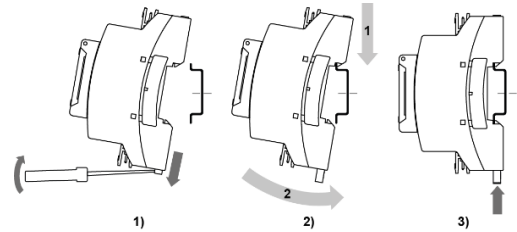

Рисунок 1 – Монтаж пристрою
2. Вставивши вилку у ушко, відтягнути защіпку (див. *рисунок 1, 1*). Пристрій установити на DIN-рейку.
3. Пристрій притиснути до DIN-рейки (див. *рисунок 1, 2*, стрілки 1 і 2). Викруткою повернути защіпку у початкове положення.